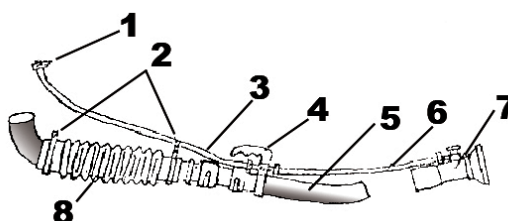

Fig. 4
- 3) Connecter le tuyau de pulvérisation a la machine comme le montre la Fig.4